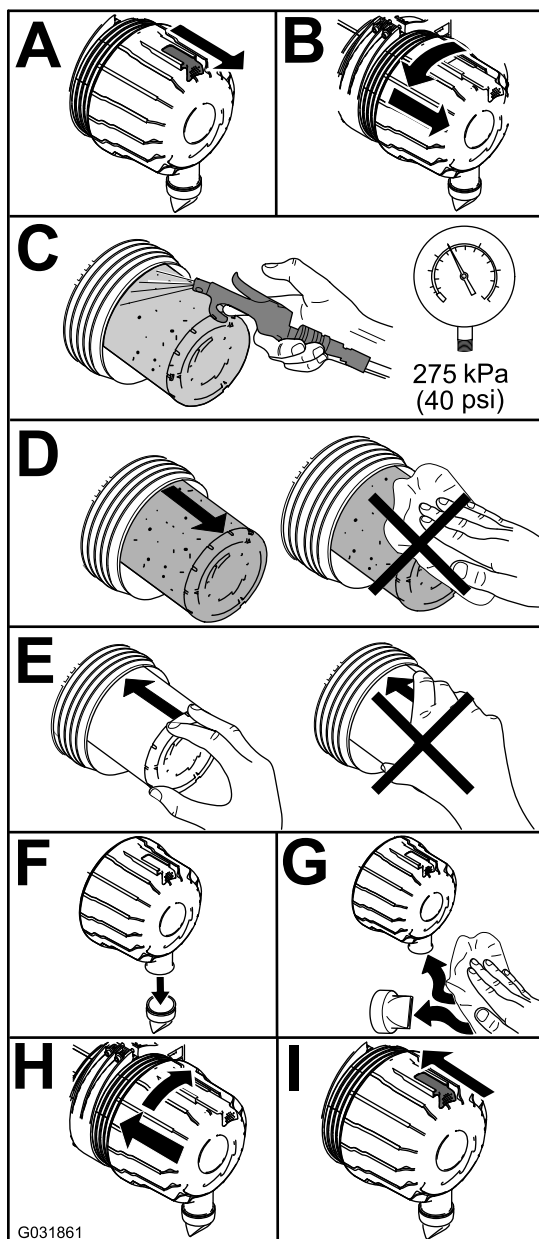

Рисунок 53
1. Замените воздухоочиститель (Рисунок 53).